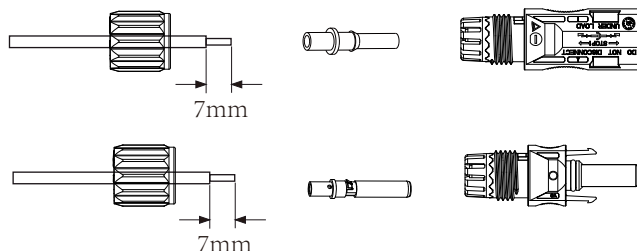

Fig. 6.3 Smontare il dado del cappuccio del connettore
a) Spelare l'isolamento del cavo FV di 7 mm, smontare il dado cieco del connettore MC4, infilare un filo FV attraverso il dado cieco del connettore (vedere Fig. 6.3). Ripetere questa operazione con tutti i cavi FV, prestando particolare attenzione alla polarità del connettore.